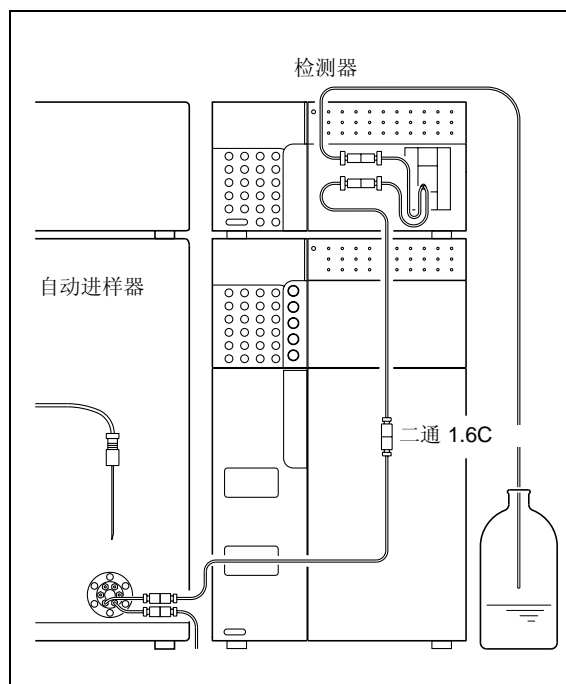

图 7.6
**3** 使用下面一种方法清洗系统流路。在清洗流路前，从系统中取下色谱柱，并使用三通 1.6C 连接色谱柱的进样口和出样口（“图 7.6”）。